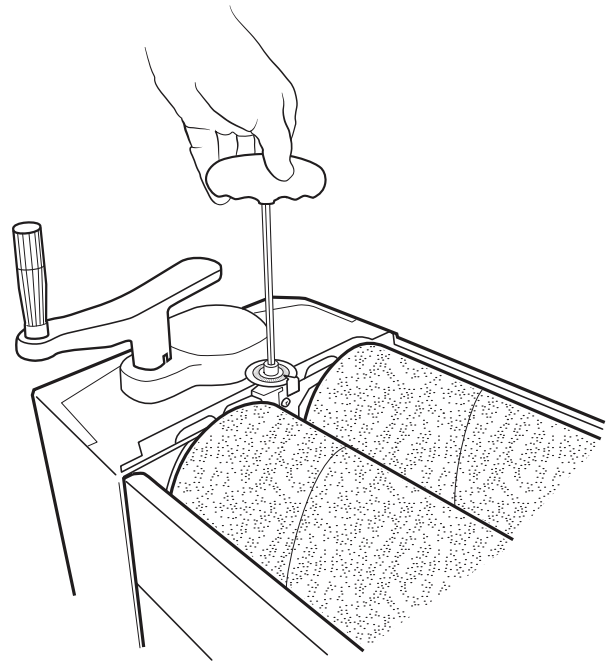

FIG. 11
2. À l'aide de la clé de 6 mm, faites pivoter le capuchon vis, indiquées dans la Fig. 11, à chaque extrémité du tambour arrière.